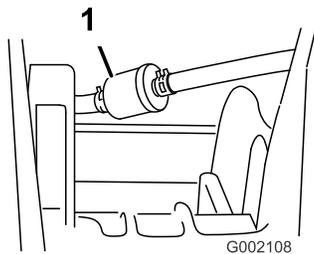

Bild 37
3. Entfernen Sie die Schellen, mit denen der Kraftstofffilter an den -leitungen befestigt ist (Bild 37).